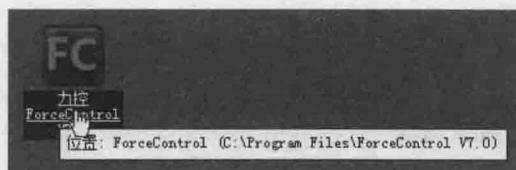

图 2-1 工程管理器桌面快捷方式
要启动工程管理器可以：①执行桌面快捷方式“力控 Forcecontrol 7.0”，如图 2-1 所示；②“开始”→“所有程序”→“力控 Forcecontrol V7.0”→“力控 Forcecontrol V7.0”，如图 2-2 所示。力控工程管理器如图 2-3 所示。